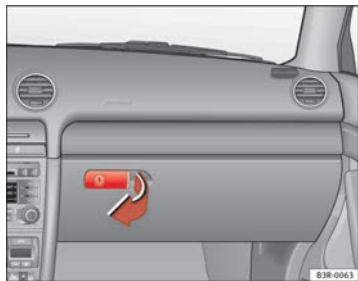

Abb. 128 Handschuhfach
- Ziehen Sie den Griff in der Klappe in Pfeilrichtung ⇒ Abb. 128 und schwenken Sie die Klappe nach unten.
- Öffnen Sie das Handschuhfach ⇒ Abb. 128.